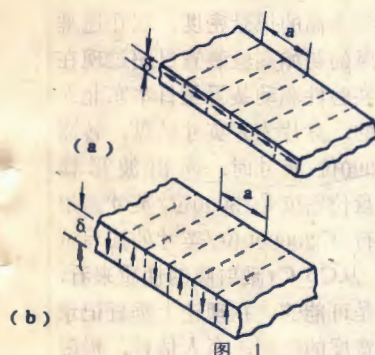

图 1
图1所示为一理想的轨道炮示意图。炮轨是由两根平行、相互绝缘并有机械连接的炮轨组成。发射物是一个能够滑动的方块，又是两轨之间的电气连接件。当电流从一根铜轨通过发射物，再由另一根铜轨流回时，铜轨中电流产生的磁场与通有电流的发射物相互作用，产生洛伦兹力，对发射物进行加速。要获得极高的速度，就需要极大的加速力，也就要求有大的能量供应。七十年代初期，第一次探索轨道炮潜力的试验是在坎培拉澳大利亚国立大学进行的，所使用的能源是一台大型单极发电机。这台发电机有两层楼高，在它的旋转钢盘中储存有500兆焦耳的能量，能送出
所谓垂直磁记录,就是代表信息的永久小磁体的磁化方向垂直于记录媒体平面,如图1所示。与水平磁记录相反,随着记录密度增加,单位小磁体的尺寸比(膜厚 $\delta$ 与小磁体宽度 $a$ 之比)增大,去磁场减小。而且记录媒体膜越厚,饱和磁化强度越大,越有利于高密度记录。在垂直磁化中,剩磁(即代表信息的小磁体)互相吸引(在水平磁化中是互相排斥),这有利于提高记录密度。在极性相反的两个小磁体的交界处,即在垂直磁场等于0处,磁场的变化十分陡直,因而再
选择系统(AMSS,是英文Automatic Music Select System的缩写)。自动选曲工作时,应同时按下放音(PLAY)与快进(F·F)键,使收录机工作在快进自动选曲状态。此时走带机构的压带轮离开主导轴,让磁带快速运行;而放音磁头稍向后退,但从快速运行的磁带中仍能感应出信号。磁带上乐曲位置与运行方向示意图见图1。
1. 图1中在x时间启动,即按下快进键进行自动选曲时,在④期间才能检出乐曲与乐曲之间无录音部分的脉冲信号,快进至选听⑤时间的乐曲进行自动放音。
2. 在y时间启动,按下快进键进行自动选曲时,在④期间不能检出乐曲与乐曲之间无录音部分的脉冲信号,只能选听⑤期间乐曲。
3. 在z时间启动,按下快进键进行自动选曲时,在⑥期间不能检出乐曲与乐曲之间无录音部分的脉冲信号,得到的是选听⑦期间乐曲。